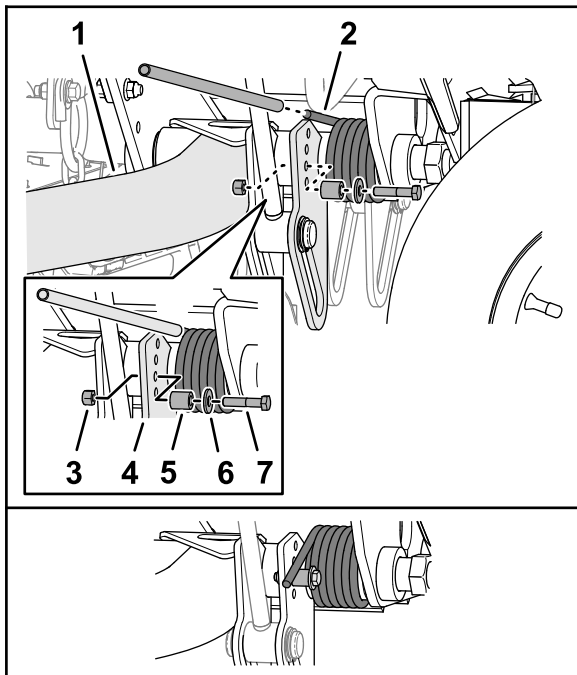

Figura 51
2. Coloque un tubo u otro objeto similar sobre la pata larga del muelle, y levante la pata del muelle para aliviar la presión sobre el espaciador (Figura 51).
3. Sujetando el muelle, retire el perno, la arandela y la contratuerca de la placa de elevación (Figura 51).